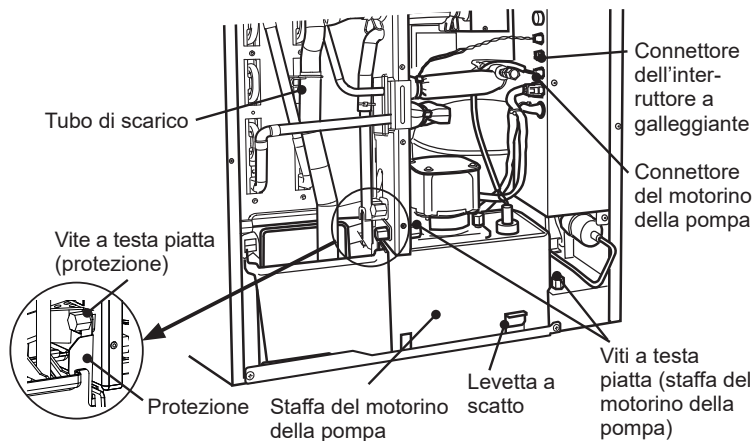

Fig. 3
- 2) Allentare le due viti a testa piatta che fissano la staffa del motorino della pompa. Allentare la vite a testa piatta e rimuovere la protezione. Vedere Fig. 3.
Assicurarsi di far passare il tubo di scarico dietro il tubo in rame e collegarlo saldamente. Vedere Fig. 3. Diversamente, il tubo di scarico potrebbe rimanere impigliato nell'isolamento anteriore, con conseguenti risultati inadeguati.